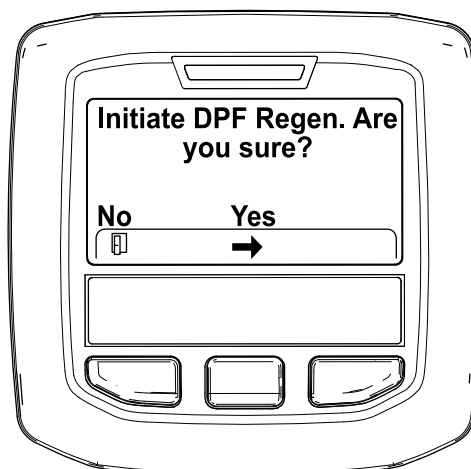

Figura 31
4. Quando surge a mensagem "Initiate DPF Regen. Are you sure?" (Iniciar Regen. DFP. Tem a certeza?), prima o botão central (Figura 31).